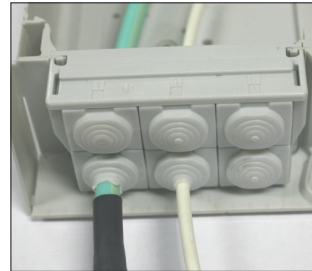

Abb.6 / Fig.6
Setzen Sie die Dichtungsstopfen nacheinander in die Einsätze des Unterteils und verschließen Sie es anschließend mit dem Oberteil (siehe Abb.6).
*Insert the grommets one after the other into the guides of the lower part of the slotted frame, and then close the frame with the upper part (see Fig.6).*